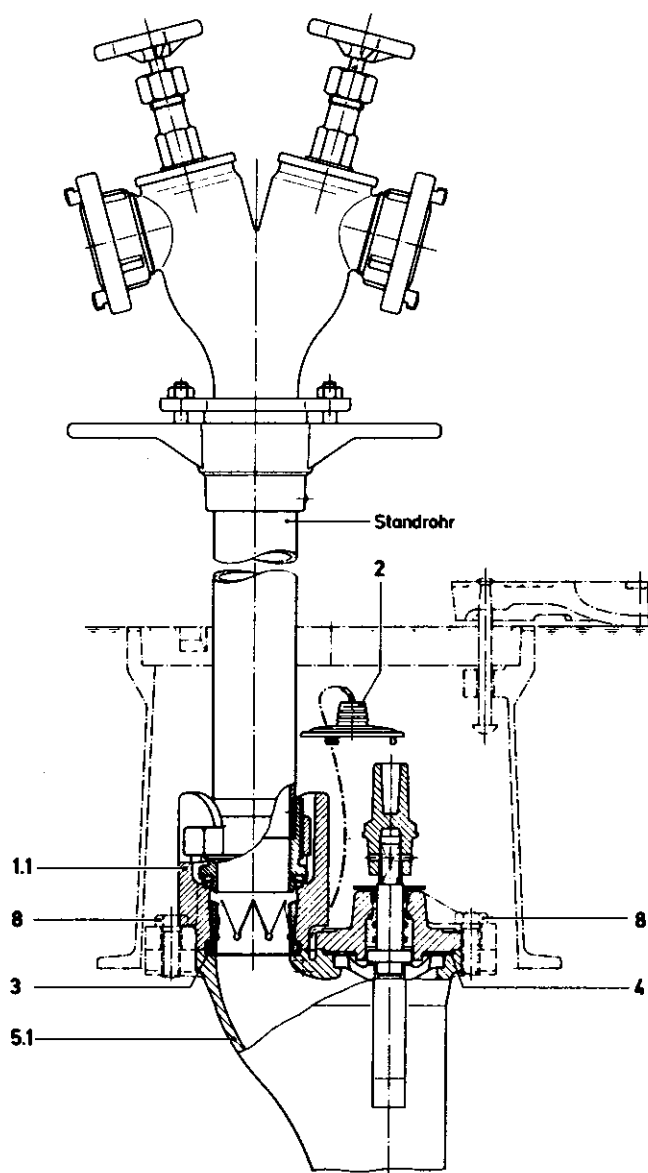

Abb. 2
4.1.6 Das Regeln der Entnahmemenge ist nur mit den im Standrohr eingebauten Ventilen zulässig. Abb. 2.